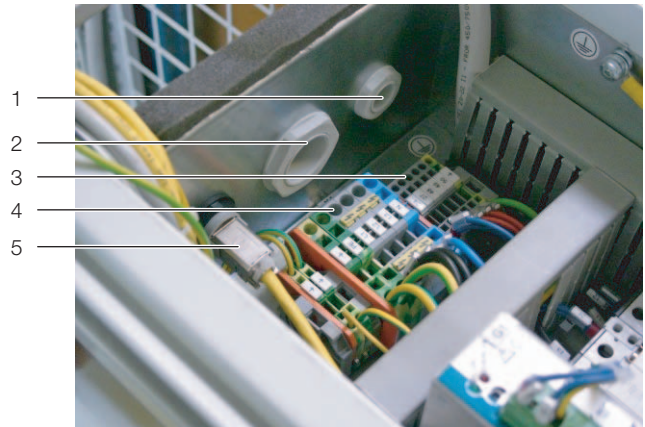

Abb. 25: Anschlussklemmen in der Elektronikbox
- Falls Sie das LCP DX über einen Fernschalter ein- und ausschalten möchten: Entfernen Sie in der Elektronikbox die Brücke zwischen den beiden Klemmen 24 und 27 („Remote On-Off“) und schließen Sie dort potentielfrei einen Fernschalter (Schließer) an (Abb. 25, Pos. 3).